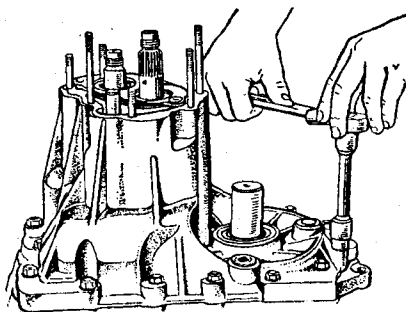

Рис. 3.21. Отворачивание гаек шпилек крепления картера коробки передач
- отвернуть гайки шпилек (рис. 3.21) крепления картера коробки к картеру сцепления;